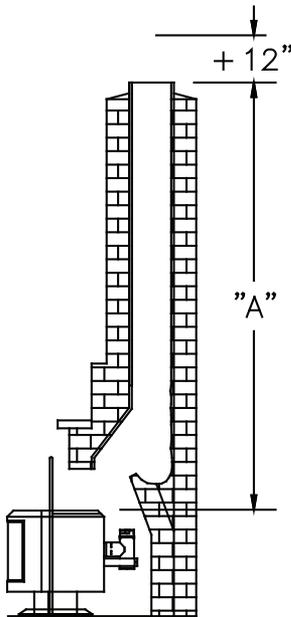

Figura 18
3. Mida y registre las dimensiones como se muestra en la **(Figura 18)**.